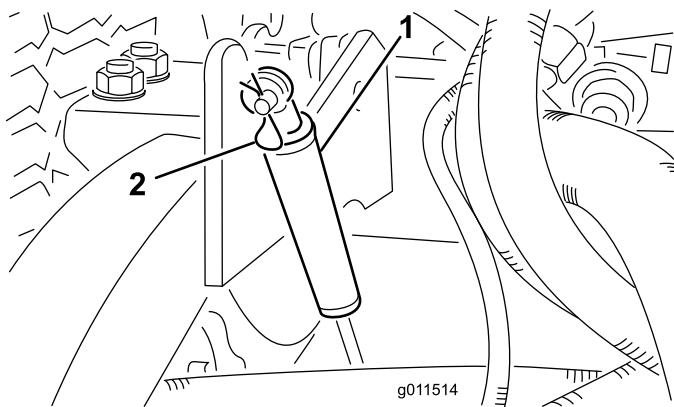

Figura 75
2. Retire el pasador de horquilla que fija los amortiguadores a los brazos de elevación (Figura 75).